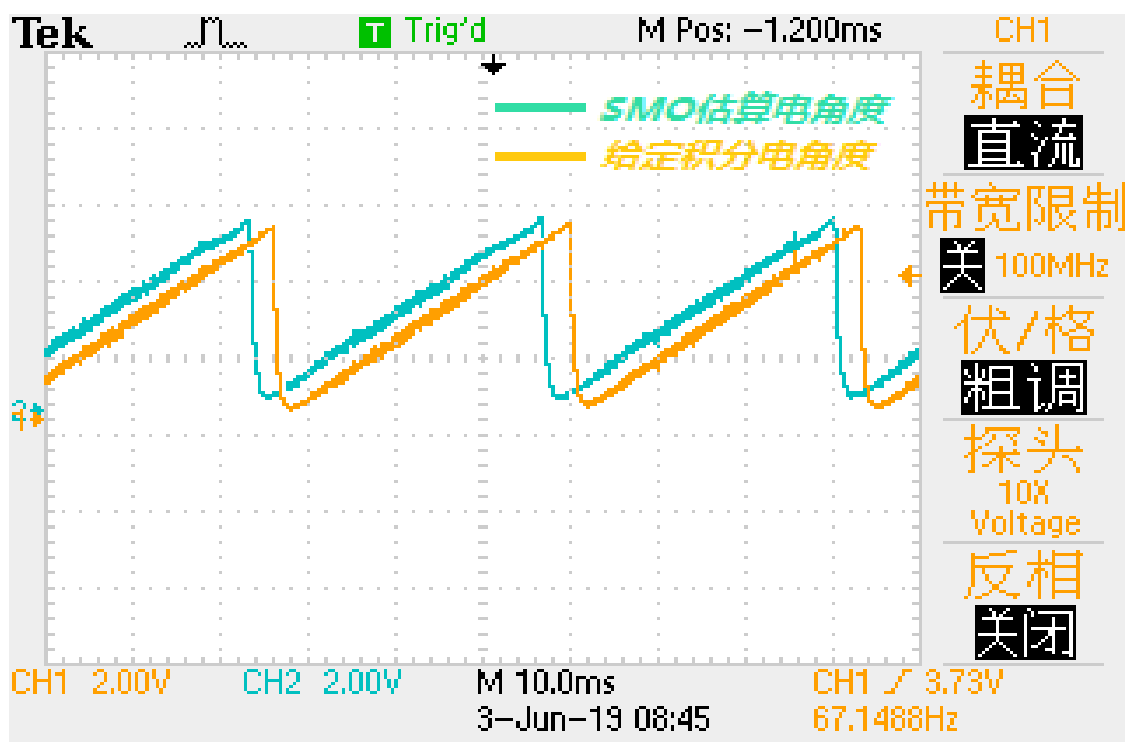

图 4-7 滑模观测器参数合理估算效果图
- 1、若估计转子电角度曲线波动噪声大，与积分电角度波形差异大，则用户需调整滑模观测器参数。用户改为用户更改滑模开环参数 `SMC_KSLIDE0`，`SMC_KSLF0`，`SMC_MAXERR0`，使估计转子电角度逼近积分电角度曲线，让滑模观测器估算出更好的效果如图 4-7 所示。